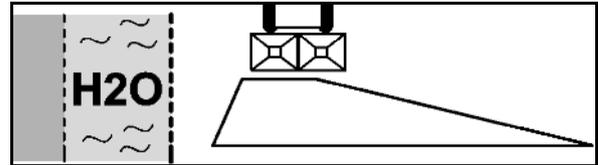

Fig. 79
- Le réglage s'effectue en déplaçant le déflecteur de bordure sur l'étrier de guidage (Fig. 79/1).
- Les valeurs relevées dans le tableau d'épandage se retrouvent sur le déflecteur de bordure (Fig. 79/2).
- La pointe du logement du cylindre sert de repère pour la valeur de réglage (Fig. 79/3).
1. Desserrez la poignée tournante (Fig. 79/4).
2. **Épandage en limite** : fixez le filin à l'aide du mousqueton à la patte articulée (Fig. 79/5).